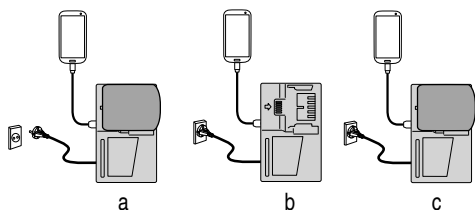

Fig. 13
- Carga de un dispositivo USB mediante batería (Fig. 13-a)
- Cargar un dispositivo USB desde una toma de corriente eléctrica (Fig. 13-b)
- Cargar un dispositivo USB y su batería desde una toma de corriente eléctrica (Fig. 13-c)